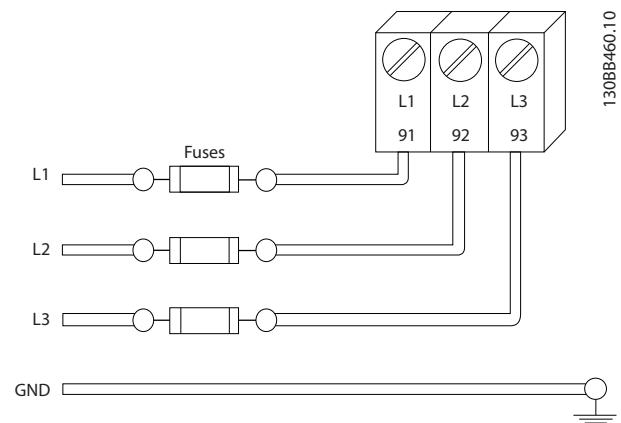

Abbildung 2.7 Sicherungen zum Frequenzumrichter
- Alle Frequenzumrichter müssen gegen Kurzschluss und Überstrom geschützt werden. Alle Frequenzumrichter müssen dazu mit Sicherungen am Eingang versehen werden, siehe *Abbildung 2.7*. Wenn nicht ab Werk geliefert, müssen Sicherungen vom Installateur als Teil der Installation bereitgestellt werden. Maximale Nennwerte der Sicherungen siehe 10.3 Sicherungstabellen.